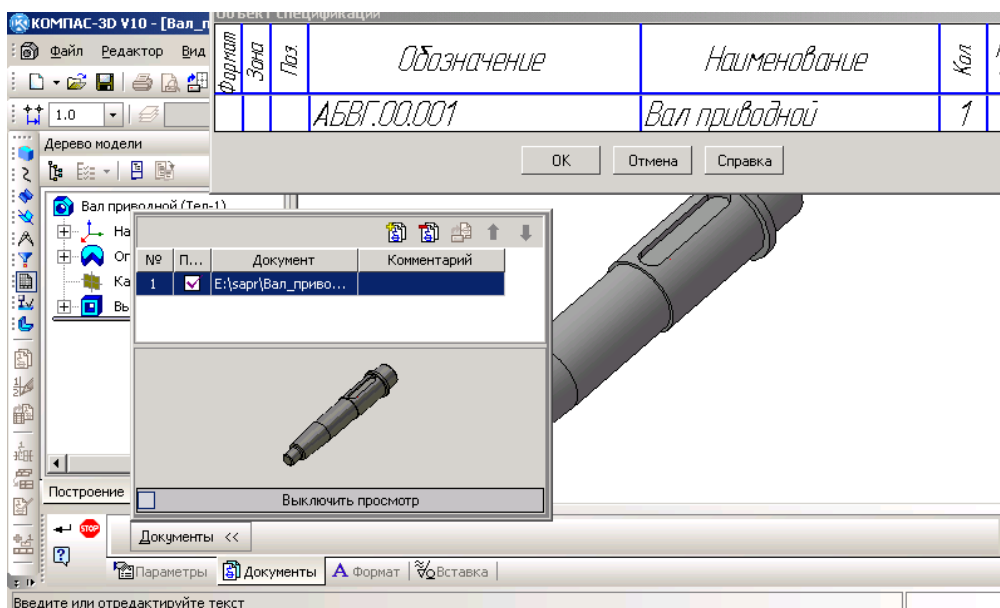

Рис.2
11. На экране появится сформированная строка спецификации (рис. 2). Нажмите на кнопку *ОК*. Сохраните файл детали. Закройте файл.